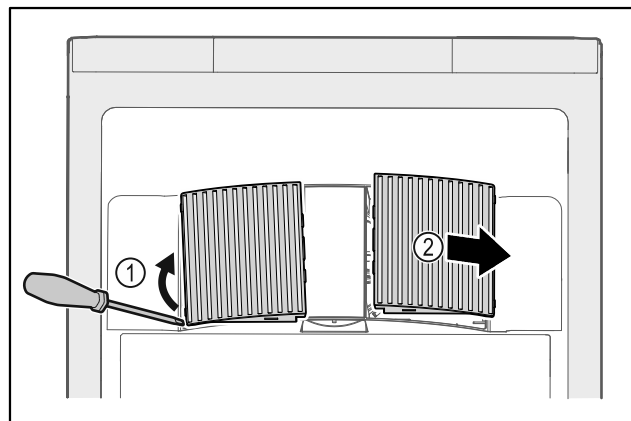

Fig. 126
- ▶ Αναμοχλεύστε προσεκτικά από το πλάι τα καλύμματα του ανεμιστήρα Fig. 126 (1) και αφαιρέστε τα προς τα εμπρός Fig. 126 (2).